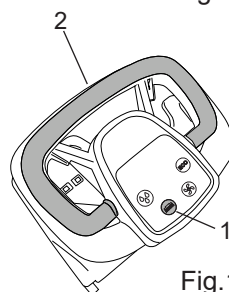

Fig.11
- Prima o botão da escova (Fig.11-Ref.1).
- Acione a alavanca de comando da escova (Fig.11-Ref.2) por breves instantes; deste modo, a escova encaixa-se automaticamente no cubo da flange. Se a manobra não for bem sucedida, carregue novamente na pega e repita a centragem e os toques na alavanca de comando da escova.
- Prima o botão da escova (Fig.11-Ref.1) durante três segundos; a máquina executará em automático o desengate da escova.